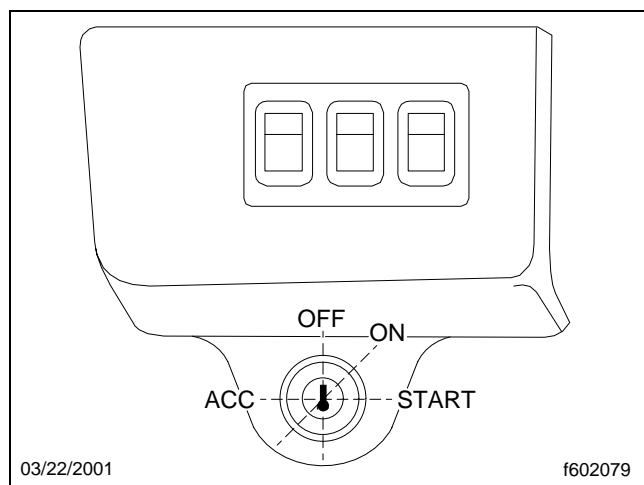

Fig. 7.5, Positions du commutateur d'allumage
1. Tournez le commutateur d'allumage à la position ON (marche). Voir la **figure 7.5**. Tous les indicateurs électroniques de l'ICU (bloc de commande de l'instrumentation) effectuent un balayage complet de leurs cadrans, les voyants et témoins d'alerte s'allument et le vibreur d'alerte sonne pendant trois secondes.
Tournez le commutateur d'allumage à la position ON (marche). Voir la **figure 7.5**.
Tournez le commutateur d'allumage à la position ON (marche) et démarrez le moteur. Voir la **figure 7.5**.
Pour activer le préchauffeur d'air d'admission, tournez le commutateur d'allumage à la position ON. Voir la **figure 7.5**. Si le moteur est à sa température normale, le voyant INTAKE HEATER s'éteint après deux secondes.